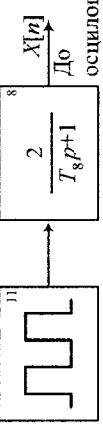

Рис. 16
2. Зібрати модель розімкнutoї імпульсної системи, схема якої зображена на рис. 16.